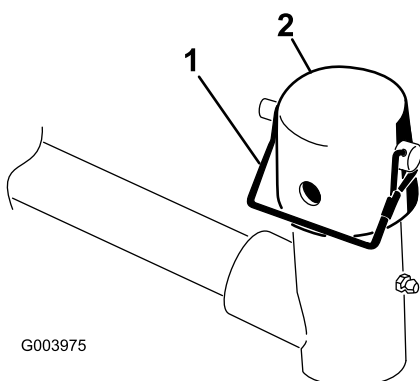

Figura 9
7. Retire o pino de encaixe e tampa da forquilha da articulação do braço de elevação (Figura 9).
11. Prenda a tampa e o veio da estrutura de suporte à forquilha do braço de elevação com o pino de encaixe. Utilize a ranhura se pretender direcionar a unidade de corte ou utilize o orifício se pretender bloquear a unidade de corte na posição (Figura 9).